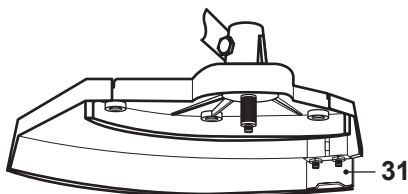

Fig. 19
- > Le carter de taille [26] est équipé d'un couteau [31] pour couper l'excès de la ligne de taille [33], si nécessaire (Fig. 19).